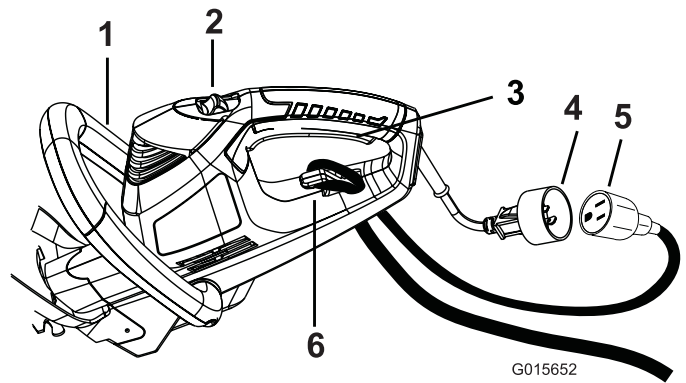

Figure 1
4. Reliez l'appareil à la rallonge électrique (Figure 1).
2. Fixez le cordon d'alimentation au taille-haie (Figure 1).
4. Poussez le commutateur de verrouillage en arrière, vers vous, et serrez la poignée d'actionnement pour mettre le taille-haie en marche (Figure 1). Le taille-haie fonctionne tant que vous serrez la poignée d'actionnement. Vous pouvez relâcher le commutateur de verrouillage lorsque le taille-haie a démarré.
1. Relâchez la poignée d'actionnement (Figure 1).